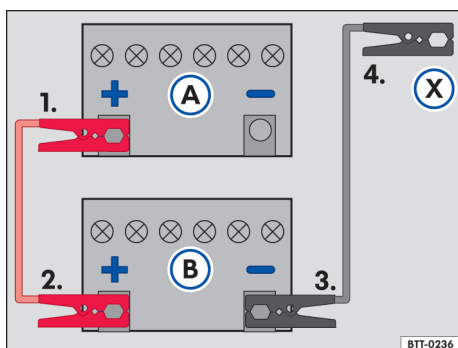

Fig. 144 Esquema para a conexão dos cabos auxiliares de partida: bateria do veículo descarregada (A) e bateria do veículo fornecedora de corrente (B).
Legenda para → Fig. 144:
Conectar o cabo auxiliar de partida somente na sequência 1 - 2 - 3 - 4 → Fig. 144.
- Conectar uma extremidade do cabo auxiliar de partida *vermelho* ao polo positivo (+) do veículo com a bateria do veículo descarregado → Fig. 144 (A) → ▲.
- Conectar a outra extremidade do cabo auxiliar de partida *vermelho* ao polo positivo (+) do veículo fornecedor de corrente (B).
- Conectar uma extremidade do cabo auxiliar de partida *preto* ao polo negativo da bateria do veículo fornecedor de corrente (B).
- Conectar a outra extremidade do cabo auxiliar de partida *preto* (X) no veículo com a bateria do veículo descarregada em uma peça maciça de metal aparafusada firmemente ao bloco do motor ou no próprio bloco do motor - porém não nas proximidades da bateria (A) → ▲.